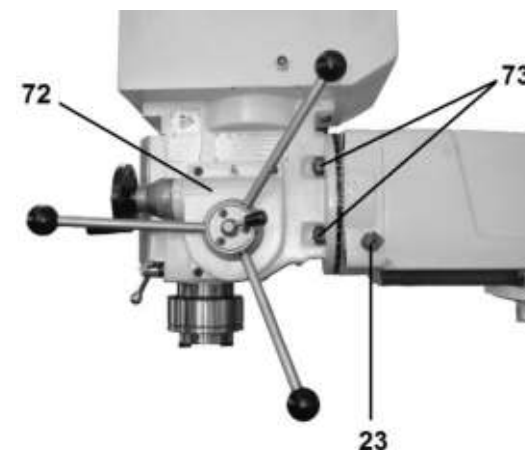

Рис. 20
## 9.7. Регулировка узла вертикального шпинделя (Рис. 20, 21а, 21б, 21в)
9.7.2. Ослабьте четыре стопорных гайки (73) с обеих сторон шпиндельного узла (72) на 1-2 шага резьбы (Рис. 20).